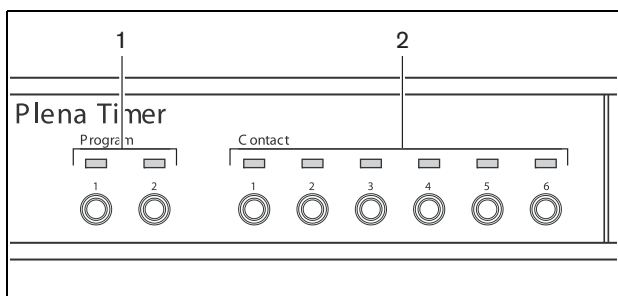

figure 4.2: Témoins du panneau avant
Si la tension secteur (ou de l'alimentation secteur) est disponible, les témoins de programme (1) et de contact (2) à l'avant du temporisateur s'allument momentanément pendant la mise en marche initiale du système et l'affichage principal s'allume (voir figure 4.2).